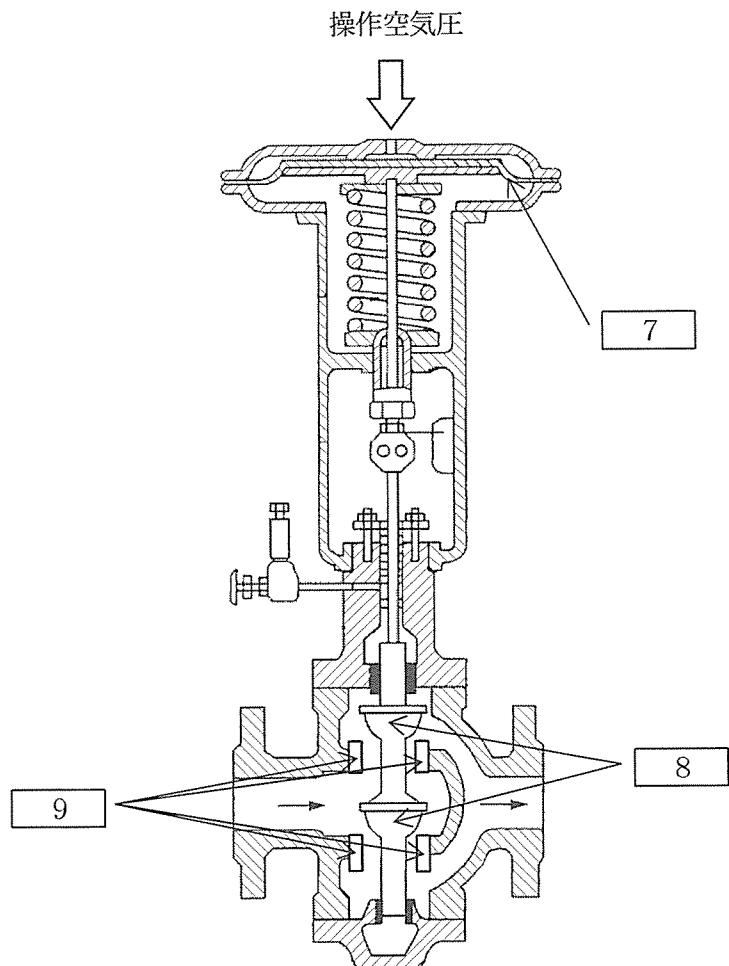

図2 グローブタイプの調節弁の構造例
(2) 図2は流体の流量を制御する操作端の一つであるグローブタイプの調節弁の構造例を示したものであり、このような弁は流量調整用として一般に使用されている。
1) 図2に示す弁の操作力としては、一般に空気圧力が使用される。例えば、操作信号である空気圧力が 7 に加えられると、それにより 8 と 9 の隙間が狭くなり、流れる流量が小さくなる。反対に空気圧力が低くなると、隙間が広くなり流量は大きくなる。
2) 図2に示すような構造のグローブ弁は 弁と呼ばれるものであり、流体の圧力をバランスさせ、弁の空気圧力が小さくて済むような構造となっている。